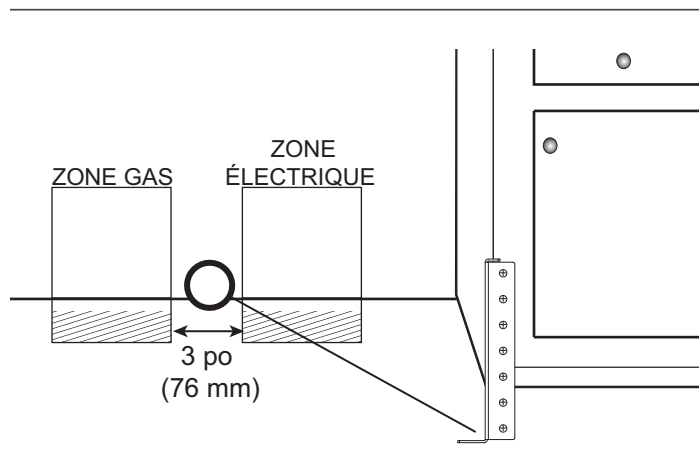
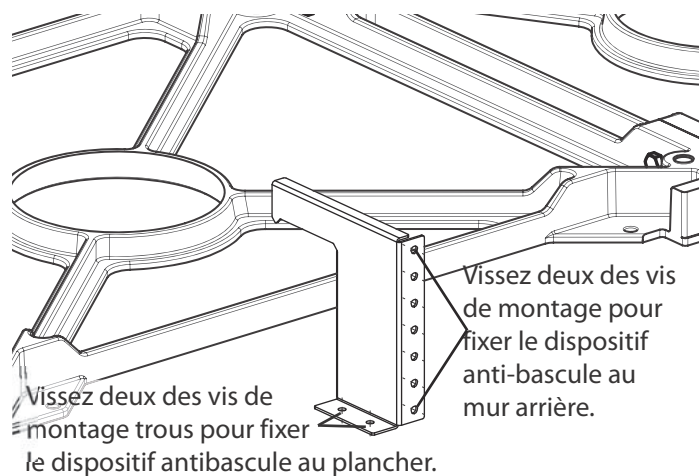

Figure 11 : Emplacement du support anti-bascule
Figure 12 : Support anti-bascule
- Dans tous les cas, vous devez utiliser au moins deux vis de montage pour fixer le support anti-bascule au plancher, ou deux vis de montage (ou ancrages pour cloison sèche) pour le fixer au mur situé derrière l'appareil (voir Figure 11 et Figure 12).
1. Placez le support sur le plancher près du centre de l'endroit où l'appareil sera installé (Figure 11).